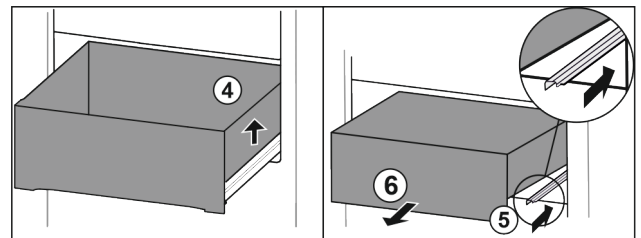

Fig. 93
- ▶ Підняти висувний ящик праворуч. Fig. 93 (4)
- ▶ Вставити праву рейку. Fig. 93 (5)
- ▶ Вийняти висувний ящик рухом вперед. Fig. 93 (6)